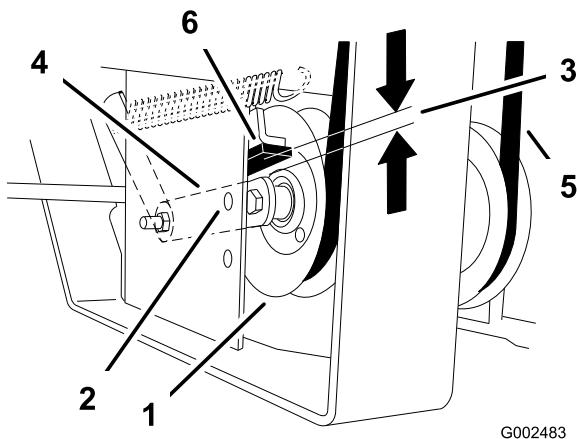

Figura 54
- Compruebe la distancia entre el tope de caucho y el brazo de la polea tensora tensada con muelle una vez apretada la chapa de la polea tensora. Debe estar a una distancia de 0 a 6 mm (0 a 1/4 pulg.) del tope de caucho (Figura 54).